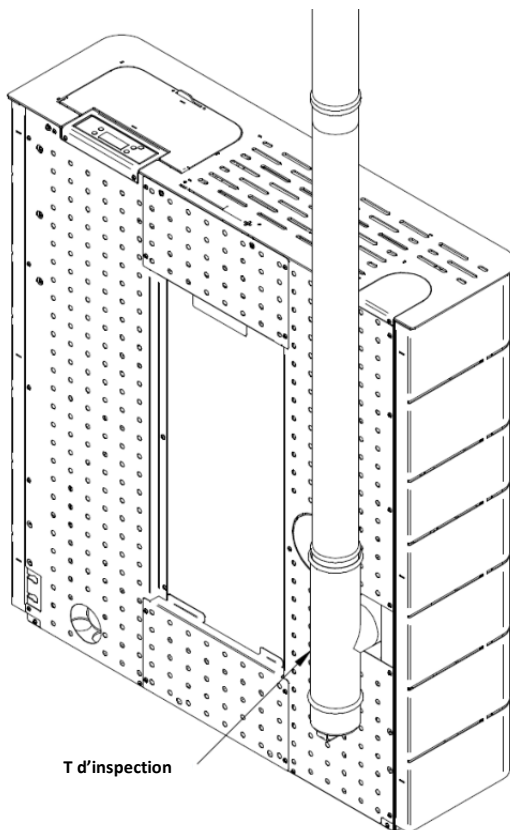

Figure 10 – Exemple d'installation d'une T inspection
- Comme le montre la Figure 10, le conduit d'échappement doit être réalisé de telle sorte que le nettoyage et l'entretien soient assurés par l'insertion des points d'inspection (T).